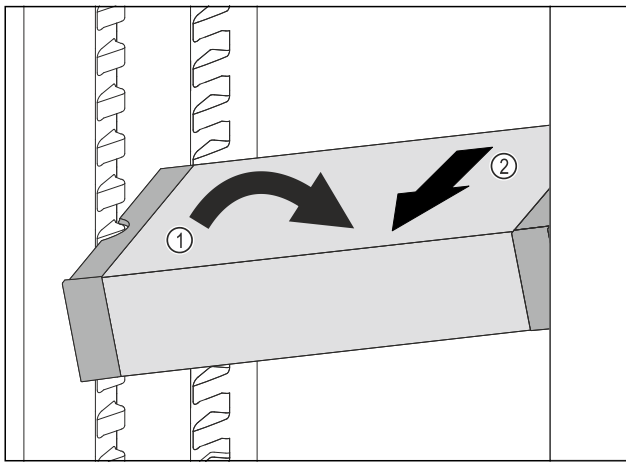

Fig. 106
- ▶ 在冷藏区中倾斜 VarioSafe。 Fig. 106 (1)
- ▶ 向前取出 VarioSafe。 Fig. 106 (2)